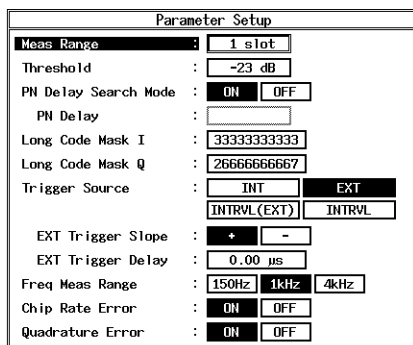

図 6-6 Parameter Setup (Reverse Link)
4. R3267 シリーズを CF:825.03 MHz、RF 入力測定に設定し、パラメータを図 6-6 のように設定し、**DC CAL**、**AUTO LEVEL** を実行します。
4. R3267 シリーズを BASEBAND(I&Q) 入力測定に設定し、パラメータを図 6-6 のように設定し、*DC CAL* を実行します。